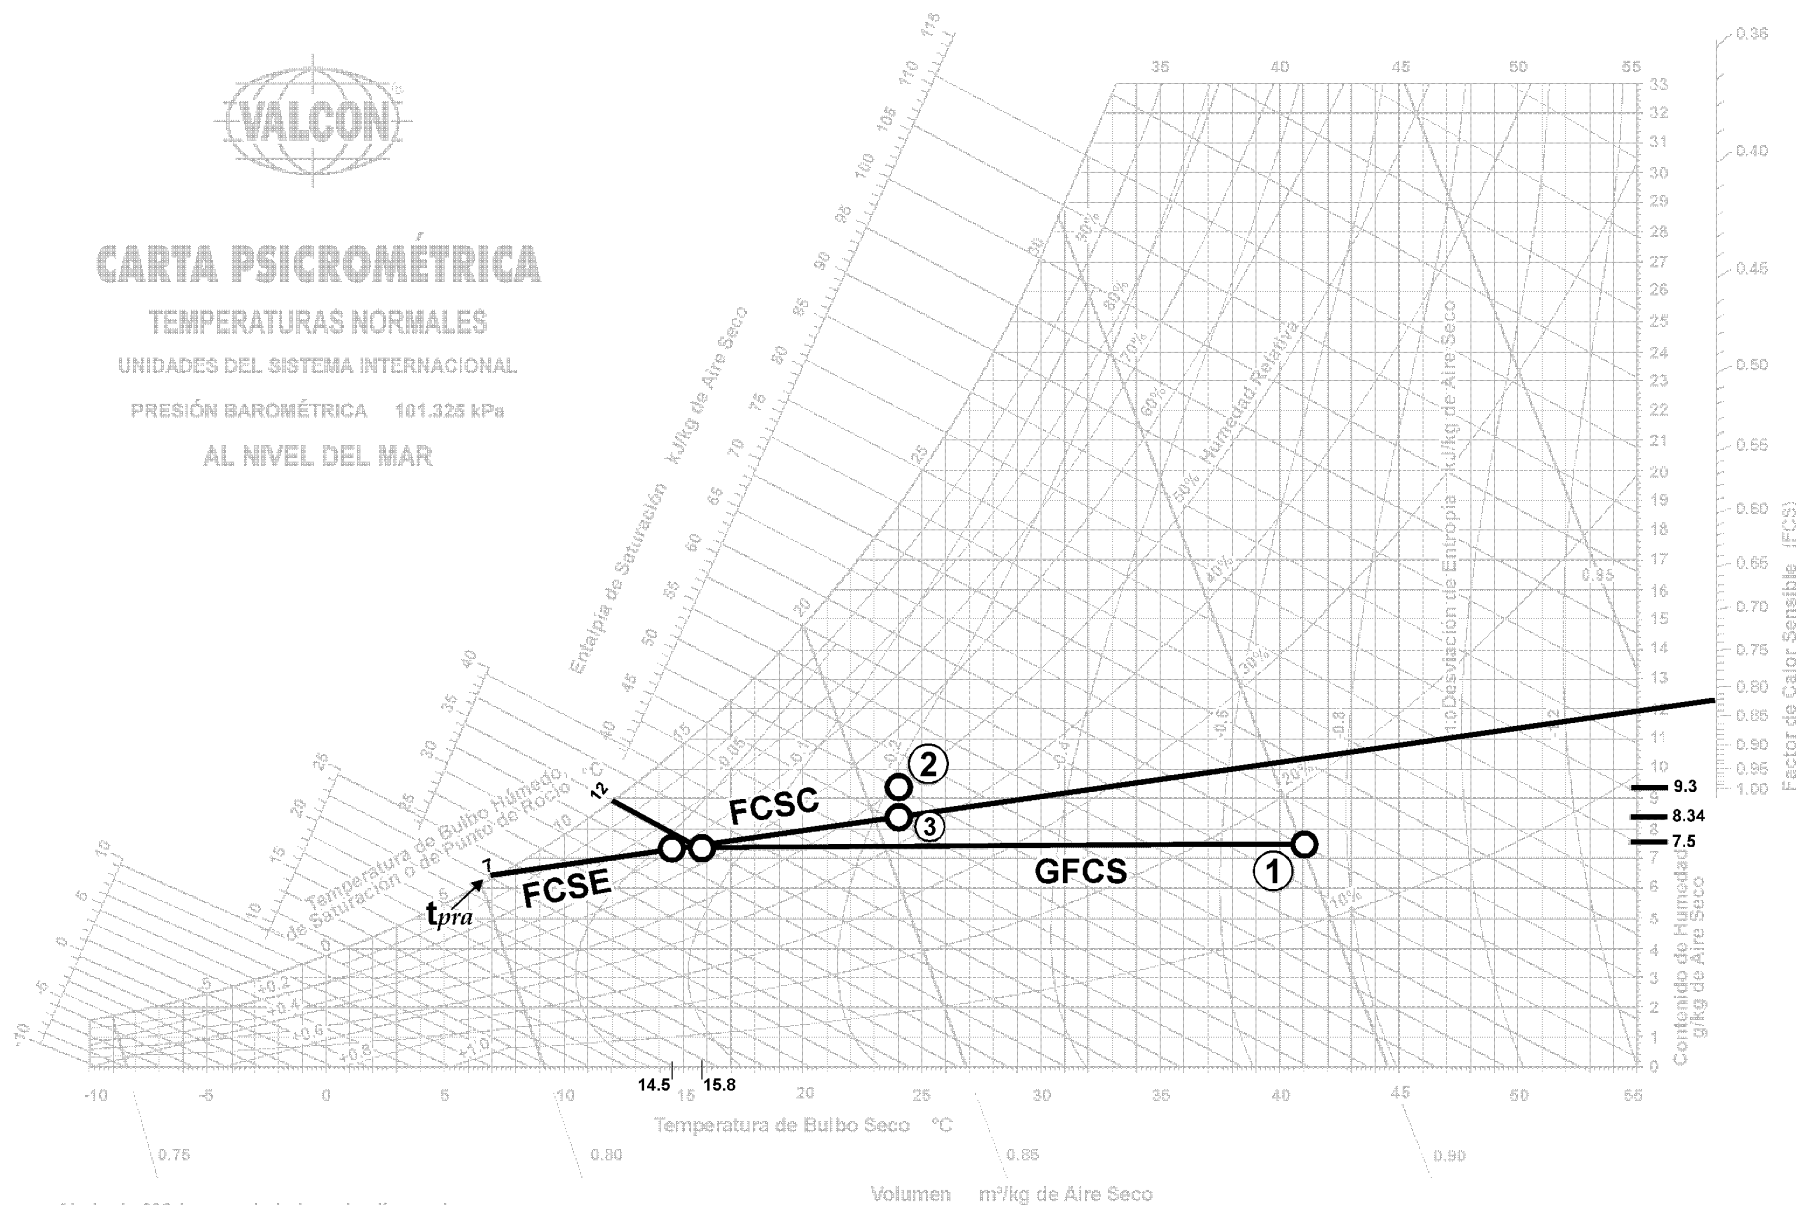

Figura 13.31 - Ejemplo de un enfriamiento sensible.
De la figura 13.31, después de haber trazado los puntos 2 y 1, correspondientes a las condiciones del cuarto y del aire exterior, respectivamente, determinamos el contenido de humedad o humedad absoluta para cada uno de ellos y tenemos:
5. Para encontrar la  $t_{pra}$ , se traza una línea desde el valor de 0.823 en la escala del factor de calor sensible, hasta la curva de saturación, pasando por las condiciones ajustadas del aire del cuarto (punto 3) en la figura 13.31.